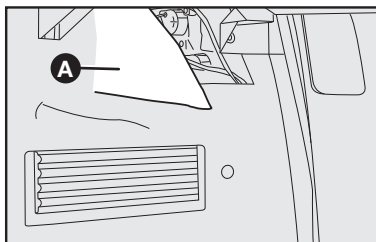

fig. 54
1) En el interior del compartimiento de equipajes, tire de la lengüeta en el tapizado **A-fig. 54**.